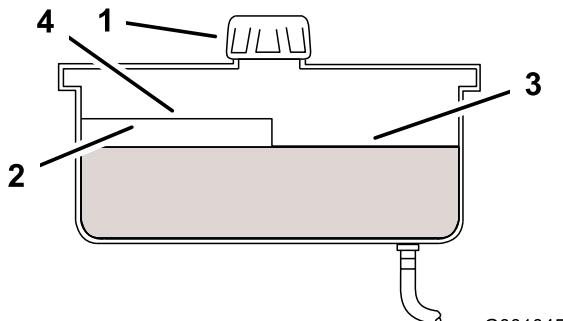

Figura 50
4. Limpie alrededor del cuello de llenado y el tapón del depósito de aceite hidráulico (Figura 50).
5. Retire el tapón del cuello de llenado. Mire dentro para ver si hay aceite en el depósito. (Figura 50).
- Nota:** El nivel de aceite debe llegar a la parte superior del nivel caliente del tabique cuando el aceite está caliente (Figura 50).